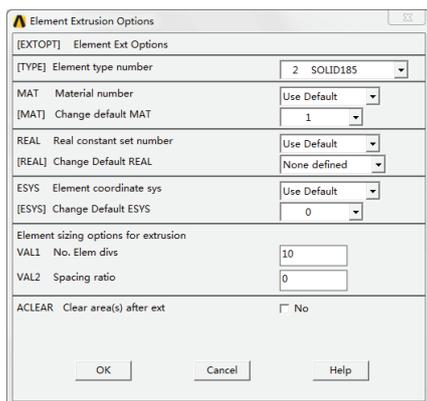

图 5-94 单元拖拉设置选项对话框
(7) 选择【Utility Menu】/【Plot】/【Multi-Plots】命令，显示全部对象。
(8) 选择【Main Menu】/【Preprocessor】/【Modeling】/【Operate】/【Exclude】/【Elm Ext Opts】命令，弹出单元设置选项对话框，如图 5-94 所示。在【TYPE Element type number】中选择“SOLID185”单元，在【VAL1 No. Elem divs】中输入“10”，表示拖拉的单元沿实体的边缘的数量为 10。
Ext Opts】命令，弹出单元设置选项对话框，如图 5-94 所示。在【TYPE Element type number】中选择“SOLID185”单元，在【VAL1 No. Elem divs】中输入“10”，表示拖拉的单元沿实体的边缘的数量为 10。